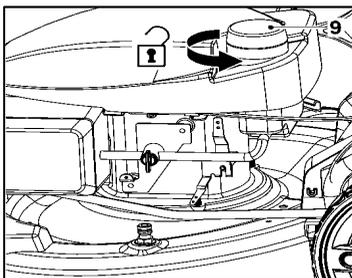

Рис. 6
3. Отвинтите и снимите крышку топливного бака (9) (рис. 6).